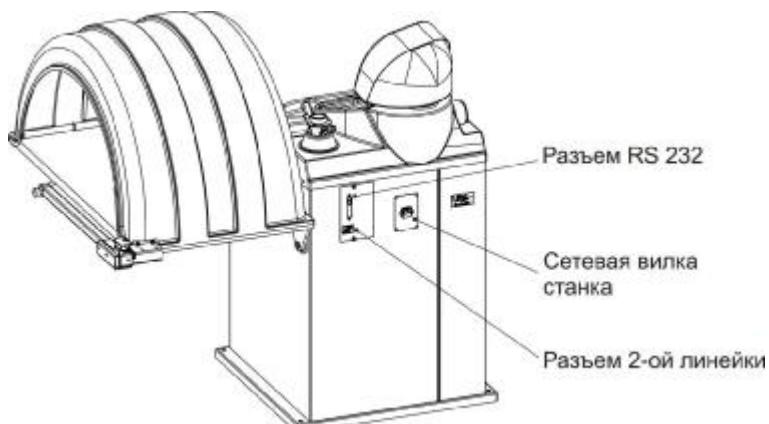

Рисунок 4.3
4.5 Подключить электрический разъем 2 линейки к гнезду на корпусе станка, рисунок 4.3.
На задней стенке (рисунок 4.3) расположены гнездо для подключения сетевого шнура, разъем для подключения второй линейки, разъем RS232 для целей обслуживания.